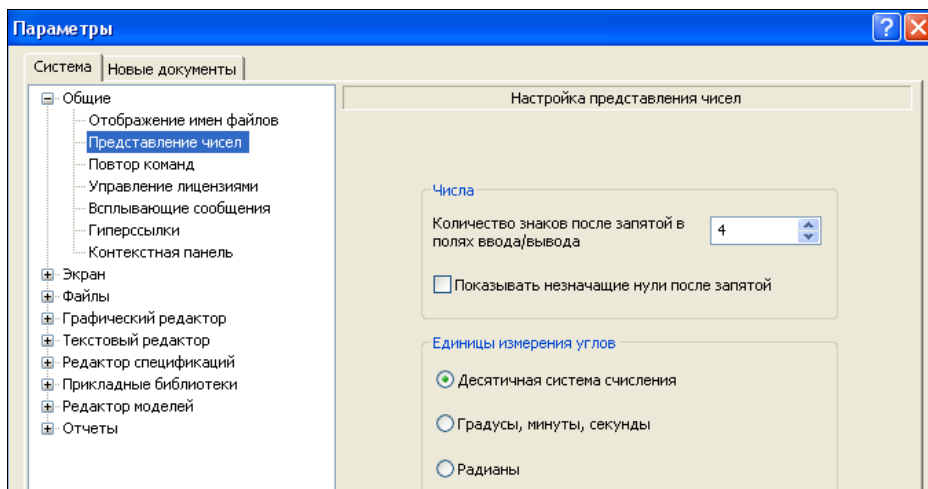

Рис. 15.2. Диалоговое окно **Параметры** с открытой панелью **Настройка представления чисел**
- ◆ щелкните ЛК мыши по пункту **Представление чисел**. В правой части появилась панель **Настройка представления чисел** (рис. 15.2). На этой панели: